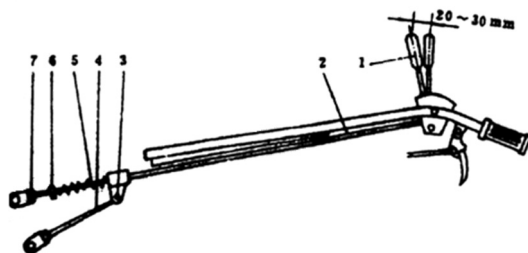

Рис. 9.
3. РЕГУЛИРОВКА ТОРМОЗА (РИС. 9)